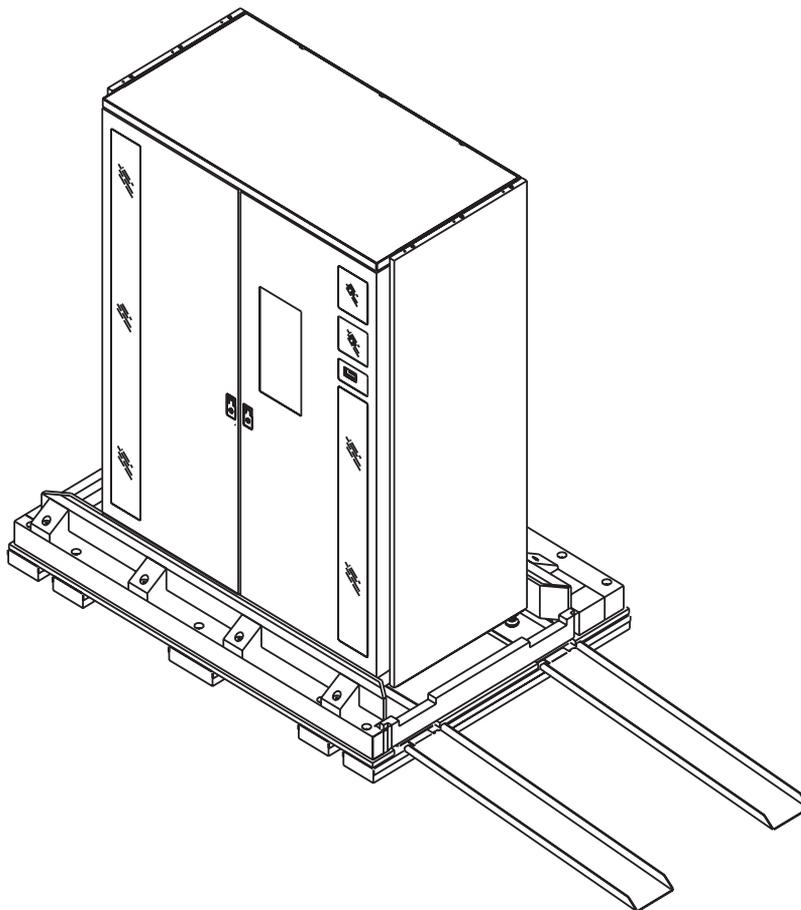

Figura 4-10: Preparación de la rampa
4. Sitúe las dos extensiones de la rampa en las ranuras del margen del palet (consulte la Figura 4-10). La rampa se puede situar en cualquiera de los lados del palet.